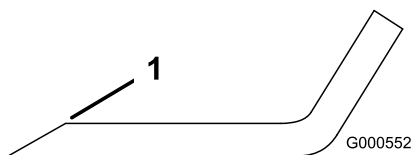

Bild 83
1. Schärfen Sie die Schnittkante an beiden Enden des Schnittmessers mit einer Feile (Bild 83).
Hinweis: Feilen Sie, wenn das Schnittmesser nicht ausgewuchtet ist, vom Flügelsbereich des Messers etwas Metall ab (Bild 83).